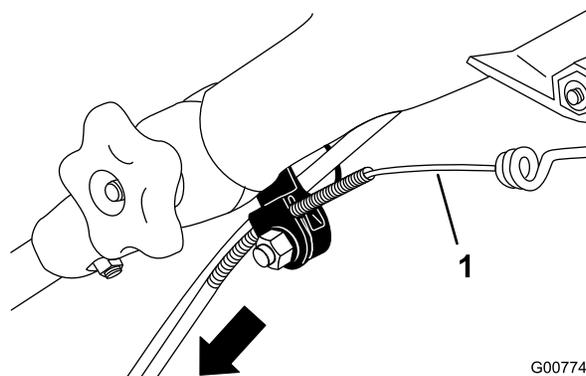

Figura 37
3. Tirate verso il basso la guaina del cavo fino ad eliminare l'imbandito del cavo esposto (Figura 37).